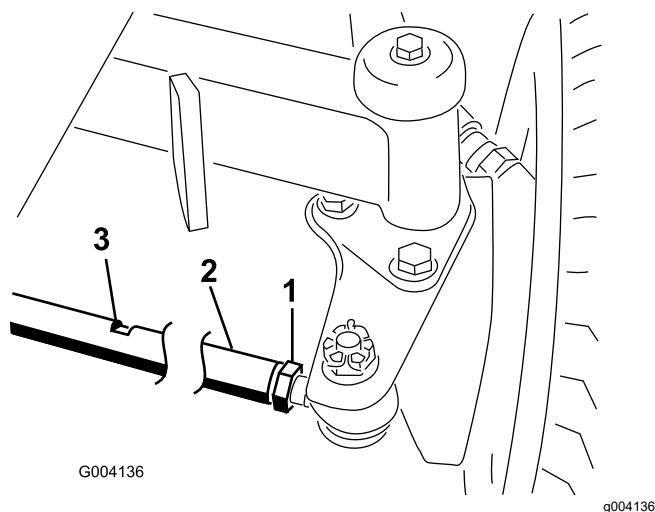

Figura 138
- Slăbiți contrapiulița de la fiecare capăt al tijei (Figura 138).